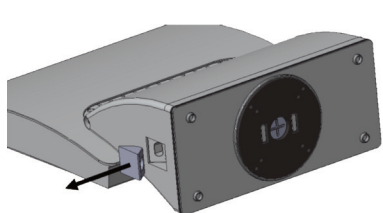

Fig. 4
5. Utilisez un tournevis plat pour retirer les deux bouchons caoutchouc sur les côtés du boîtier de dérivation (**Figure 4**).